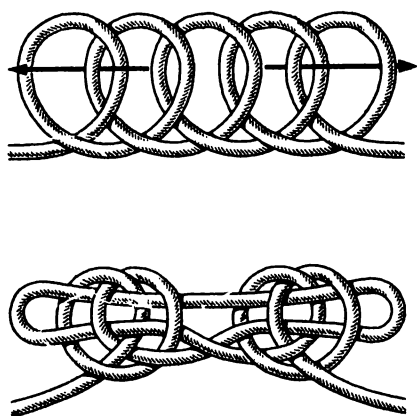

Рис. 114 Олимпийский узел
**Олимпийский узел** (рис. 114). Его называли олимпийским потому, что он получается из пяти колец. Это старинный морской узел времен «золотого века паруса» — расцвета чайных, опиумных и шерстяных клиперов. На английском морском языке название этого узла весьма сентиментально — «Два сердца, бьющиеся как одно». Несмотря на кажущуюся на первый взгляд громоздкость узла, вяжется он не сложнее топового (см. рис. 80). Олимпийский узел надежен и конкретно отвечает своему прямому назначению — укоротить на время трос.